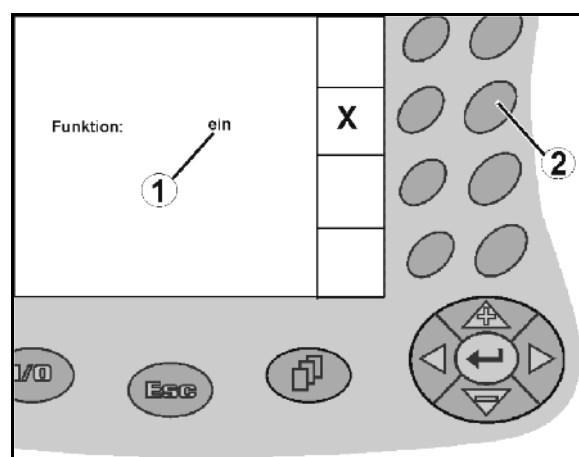

Fig. 17
- Funktionstast (Fig. 17/2) aktiveres én gang
→ Funktion **til** (Fig. 17/1).